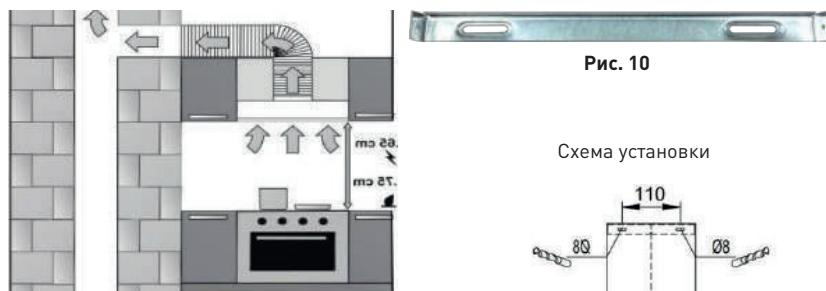

Рис. 7
1. Определите место для установки вытяжки на высоте не менее 65-75 см от поверхности плиты (Рис. 7).